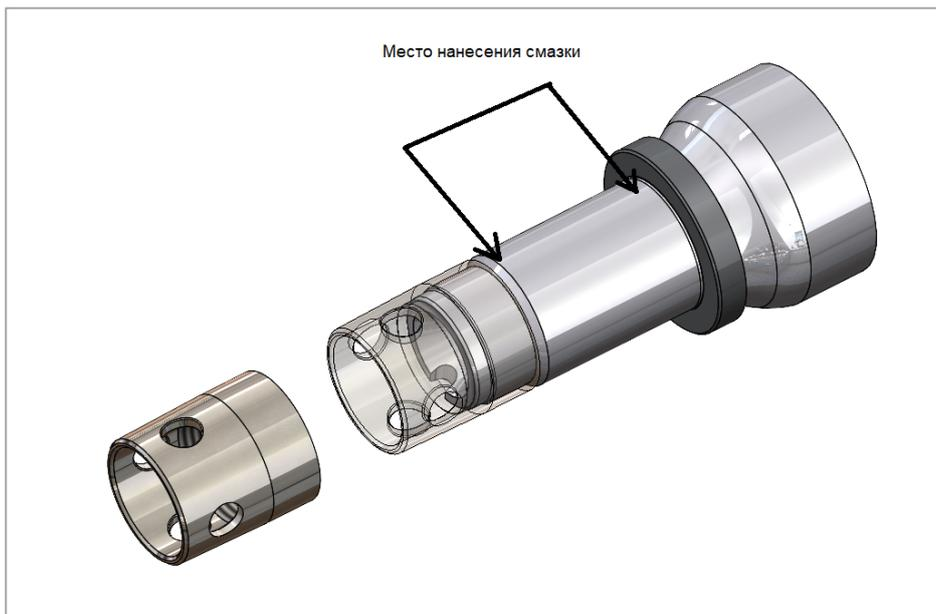

Рис. 34. Место нанесения смазки
2) Нанесите тонкий слой антифреттинговой смазки 85% на цапфу, остаток 15% используйте ближе к упорному кольцу (рис. 34)